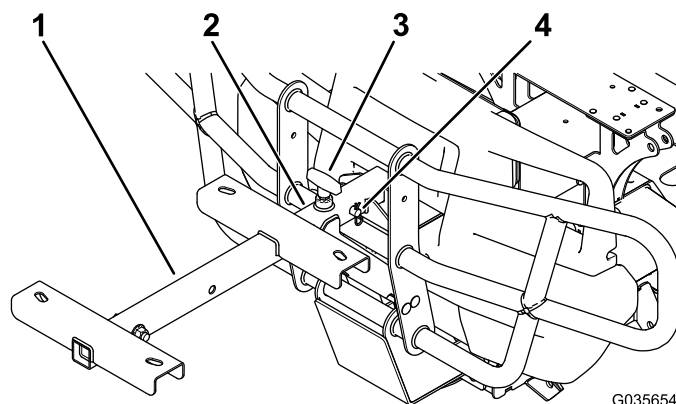

Рисунок 2
3. Ослабьте Т-образную рукоятку на передней навесной сцепке (Рисунок 2).